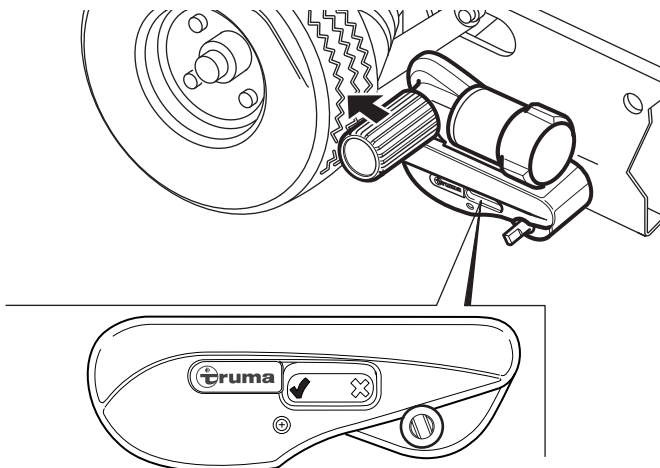

Abb. 15
- ▶ Anschwenkhebel zum Fahrzeuggrad drehen. Dabei muss die Anschwenkmechanik einrasten, sodass der Anschwenkhebel nicht mehr zurückspringt (Abb. 14-2). Sobald die Anschwenkmechanik eingerastet ist, zeigt der Positionsindikator am Gehäuse des Rangiersystems auf  (Abb. 15).